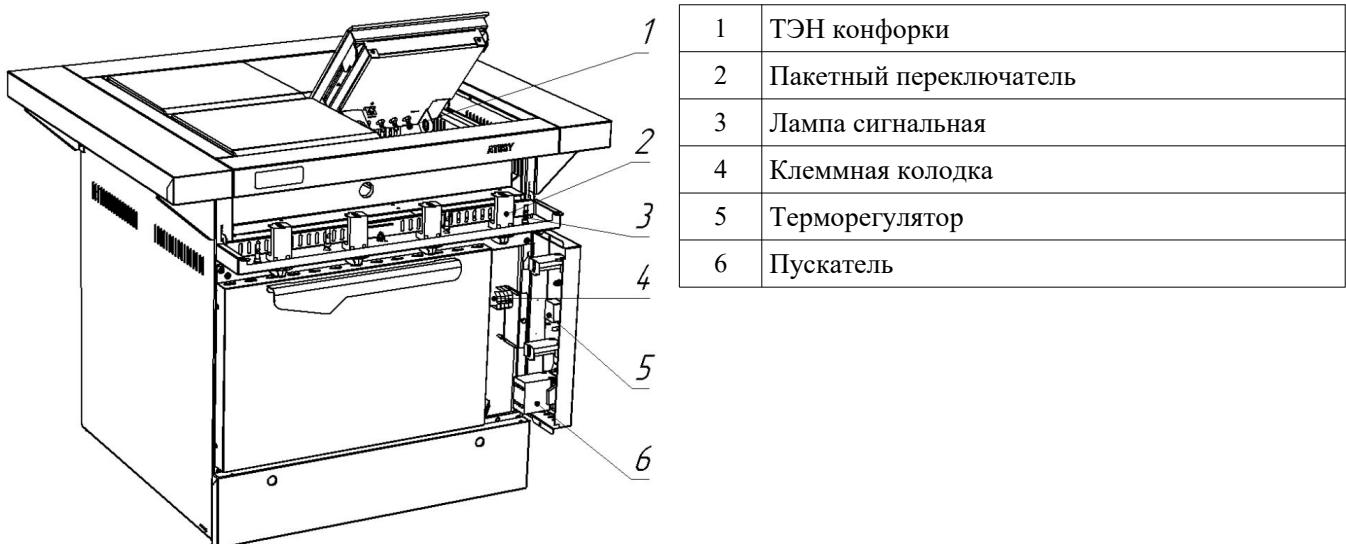
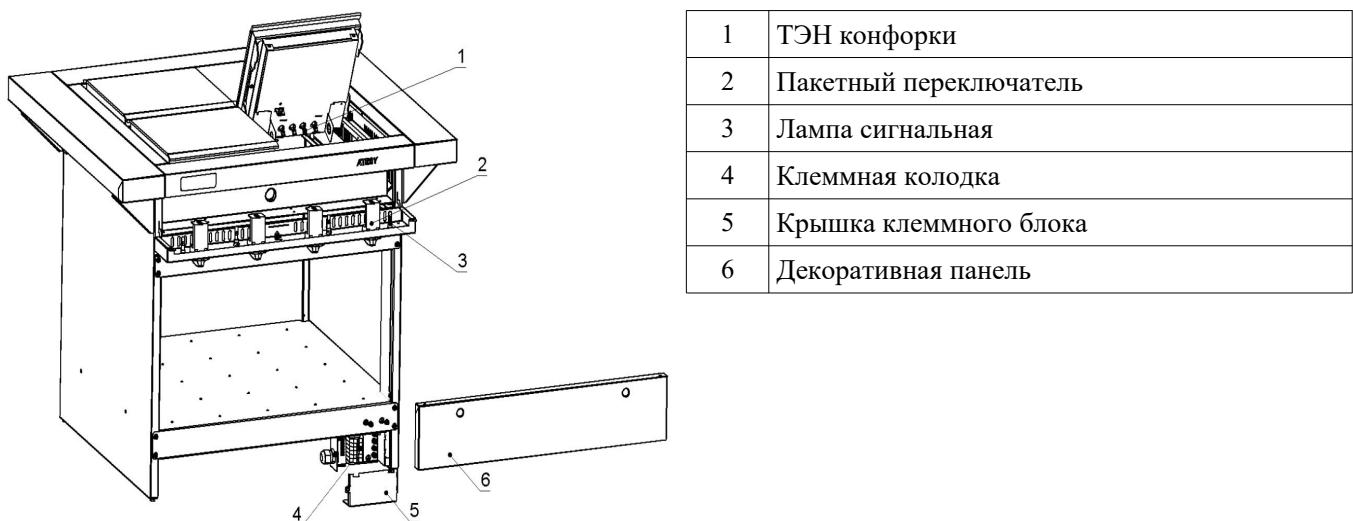

Рис.8
Рис.9
5.2. Клеммная колодка подключения плит серии ЭПШЧ к электросети находится за панелью управления жарочным шкафом (рис.8), а плит серии ЭПЧ — под декоративной панелью (рис.9).
5.4 Схема доступа к внутренним элементам плит серии ЭПШЧ (рис.8)
5.5 Схема доступа к внутренним элементам плит серии ЭПЧ (рис.9).